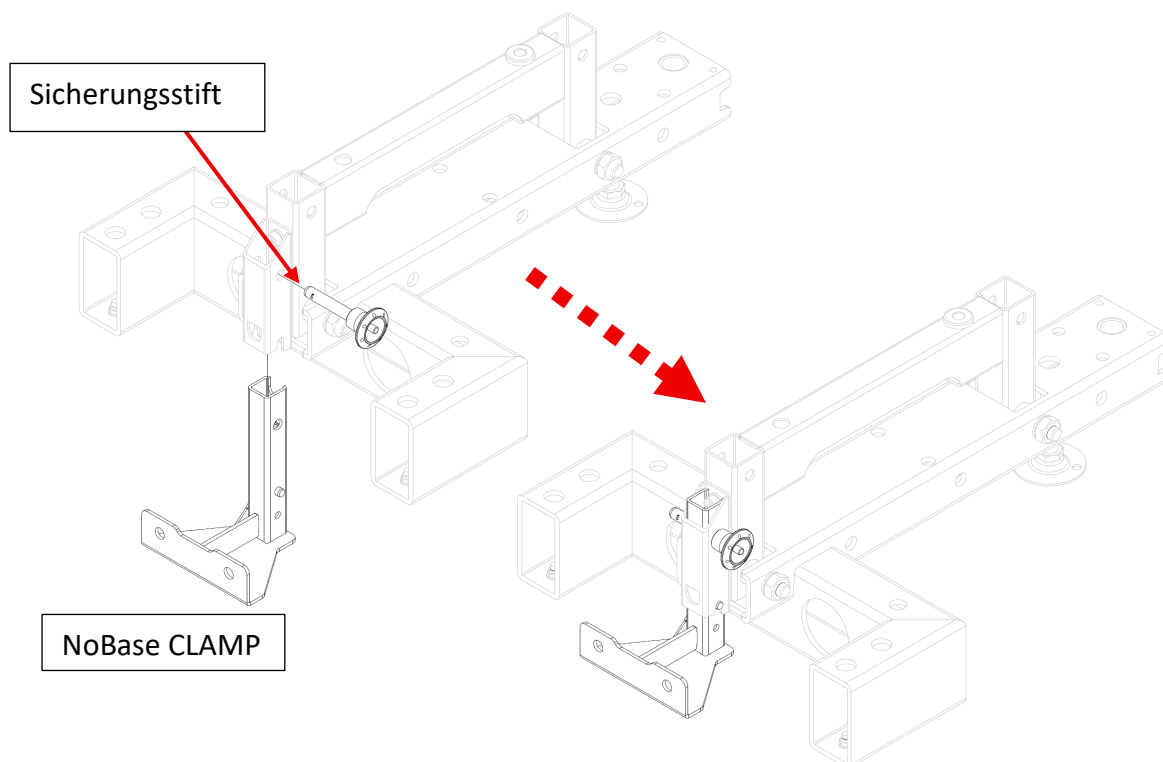

Abbildung 38 Detail Montage NoBase CLAMP an SKI
Schritt 3: Befestigen Sie die NoBase Clamp am NoBase SKI, indem Sie den SKI von oben über die Clamp schieben. Sichern Sie die Clamp mit dem mitgelieferten Sicherungsstift am SKI. Siehe auch Abbildung 38. Wie zu sehen ist, liegt der vordere Teil des NoBase SKI auf dem Gummiband auf.